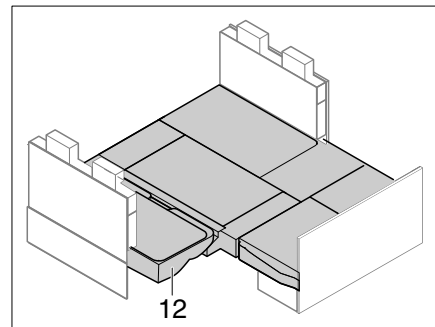

Fig. 233 Dopo la trasformazione
- Inserire i cuscini e le prolunghie del sedile. Posizionare il cuscino dello schienale (Fig. 233,12) sui cuscini aggiuntivi.